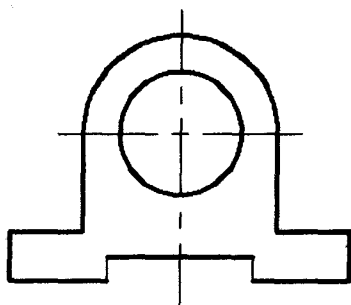

图 1-18 剪切图形
选择要修剪的对象，或按住 Shift 键选择要延伸的对象，或 [投影 (P) / 边 (E) / 放弃 (U)]: 将图形剪切为图 1-18 所示，回车结束命令。